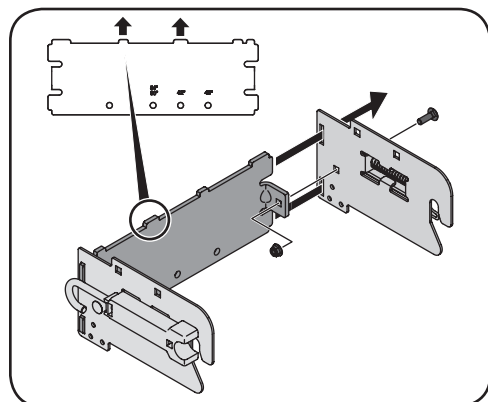

Figure 1-1
1. Insérez les extrémités du support arrière dans les fentes à l'arrière de chaque support latéral. Voir Figure 1-1.
2. Fixez les pattes repliées du support arrière sur les supports latéraux avec un boulon de carrosserie (réf. 7) et un écrou autobloquant (réf. 9). Voir Figure 1-1.
NOTE : Les loquets sur les supports latéraux doivent être placés du côté extérieur avec les fentes vers le bas. Les encoches du support arrière doivent pointer vers le haut. Voir Figure 1-1.